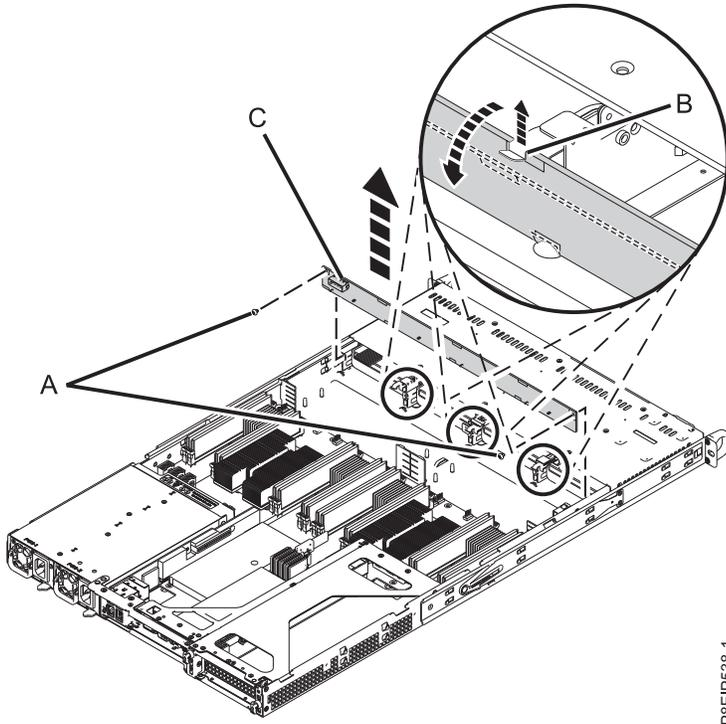

Figure 13. Retrait du fond de panier d'unité de disque et des vis
5. Retirez le fond de panier d'unité de disque comme indiqué dans la figure 13, à la page 16.